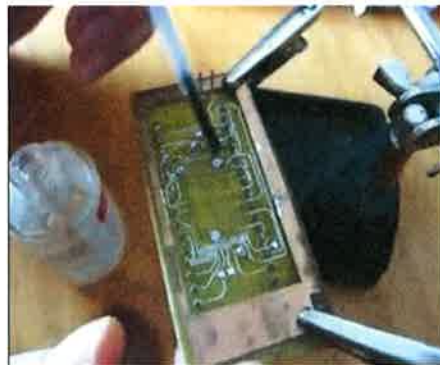

Figura 4.1: Aplicando flux a la tarjeta
**A) Estañado del área donde se va a colocar el MSP430:** Puesto que se tienen que soldar componentes sensibles a cargas electrostáticas se debe utilizar una pulsera antiestática. Una vez puesta la pulsera, se le aplica flux al área de la tarjeta donde se va a estañar el microcontrolador, tal como se muestra en la figura 4.1, la temperatura del cautín debe ser de 65°C, para comenzar a estañar el área en donde se va a colocar el microcontrolador se toma una cantidad muy pequeña de soldadura, a esta se le aplica un poco de pasta y se comienza a pasar el cautín de tal manera como si se peinaran las pistas, se debe tener en cuenta de no dejar la punta del cautín por más de 10 segundos en cada pista, de lo contrario se puede levantar, además, evitar la formación de montículos, puesto que, dificulta el alineamiento y facilita los cortos, por lo tanto, la soldadura debe ser completamente lisa. Una vez estañada el área del MSP430 se aplica alcohol isopropílico para limpiar la placa y comenzar a colocar el microcontrolador.